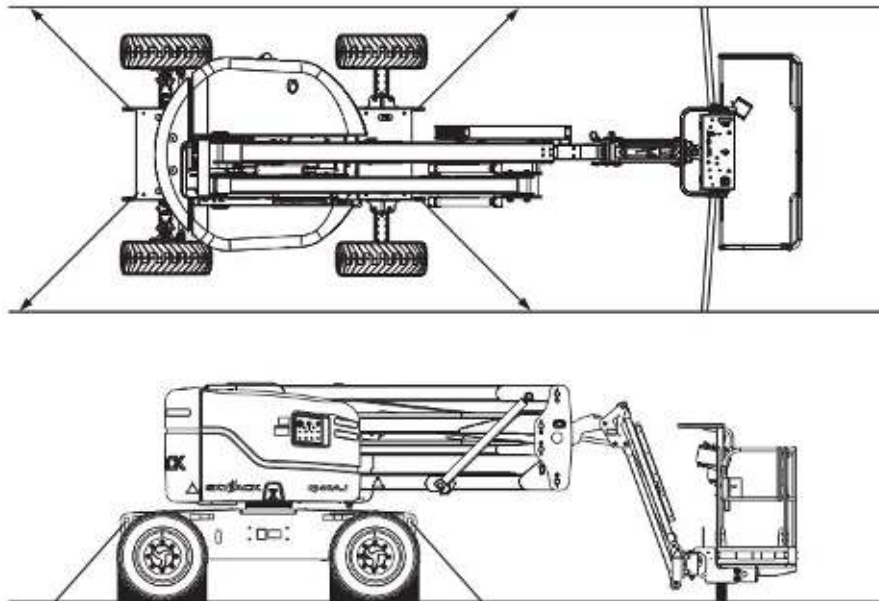

Figura 3-4. Pontos de amarração
6. Prenda a plataforma aérea à superfície de transporte usando os pontos de amarração (consulte a Figura 3-4).